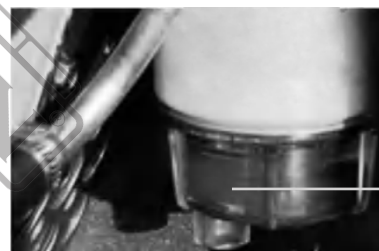

Fig. 1
- Generatorul diesel este echipat cu un separator ulei/apă (Fig. 1) care evacuează apa de la motorină.